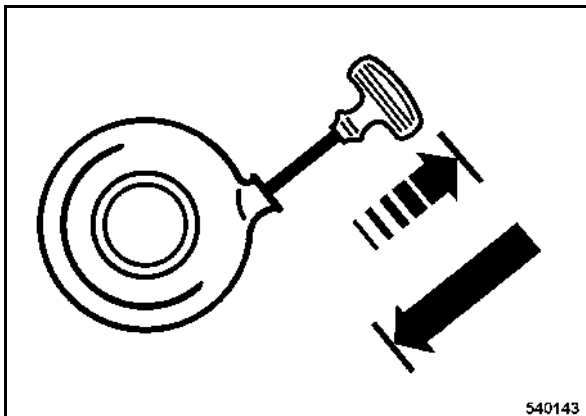

fig. 14
- Tirer la poignée de lancement (fig. 14) jusqu'à ce qu'une résistance se fasse sentir.